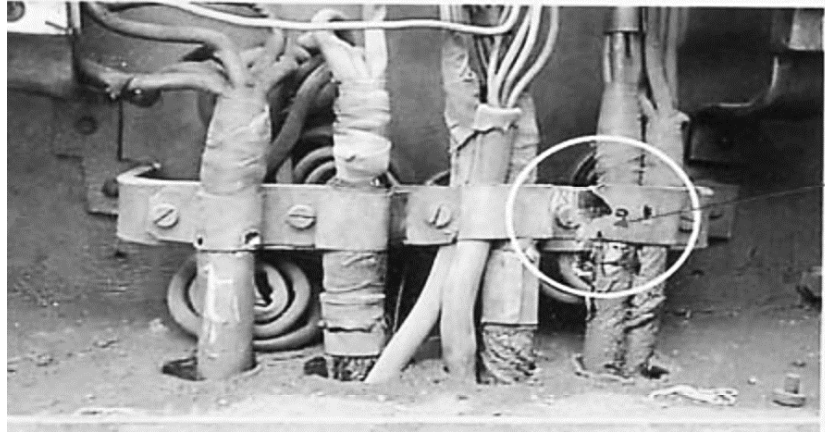

Рисунок 2
10. Какое повреждение показано на рис. 2?